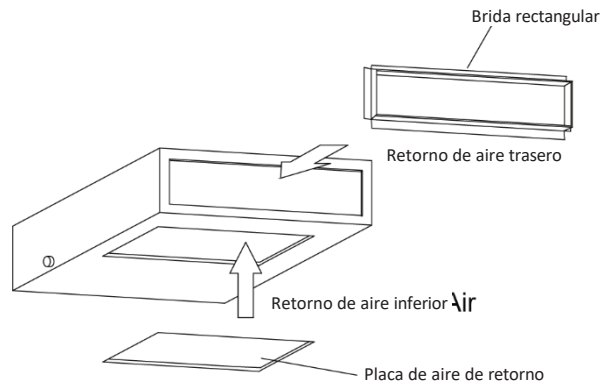

Fig. 4.23
- De serie, la rejilla rectangular se encuentra en la parte trasera antes de salir de fábrica. La rejilla de retorno de aire se encuentra en la parte inferior, véase la fig. 4.23.